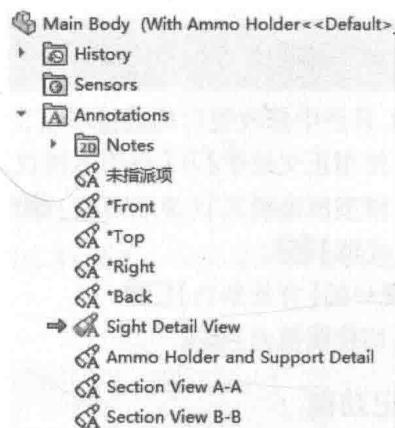

图 1-10 展开 Annotations 文件夹
**步骤 3 展开 Annotations 文件夹(图 1-10)**